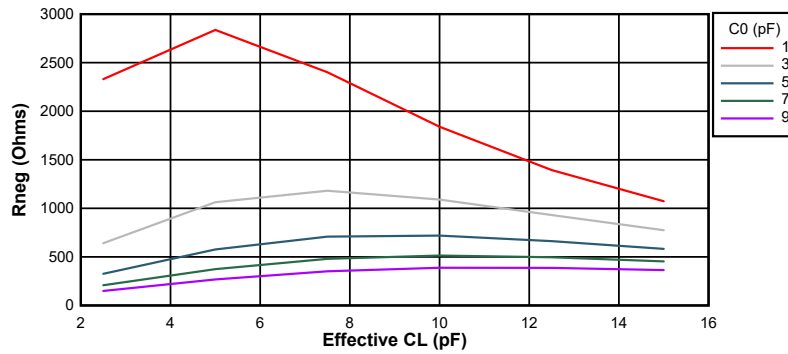
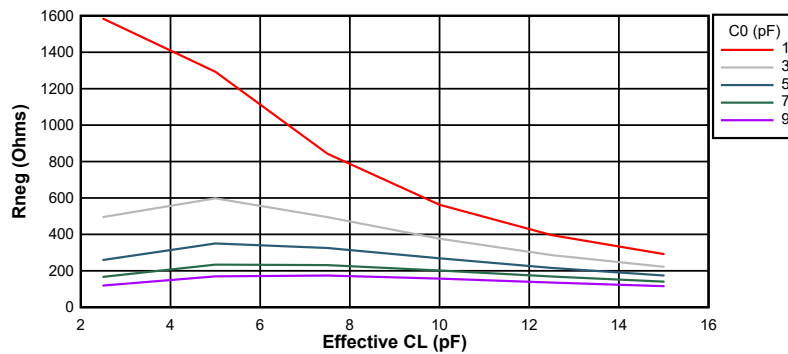

图 6-14. 10MHz 时的负电阻变化
图 6-15. 20MHz 时的负电阻变化
图 6-14 和 图 6-15 所示为该器件的负电阻与晶体元件之间的差异。从图中可以看出，晶体并联电容 (C0) 和有效负载电容 (CL) 对电振荡器的负电阻有极大影响。请注意，这些是典型图；因此，请参阅 表 6-5 了解设计中需要注意的最小值和最大值。